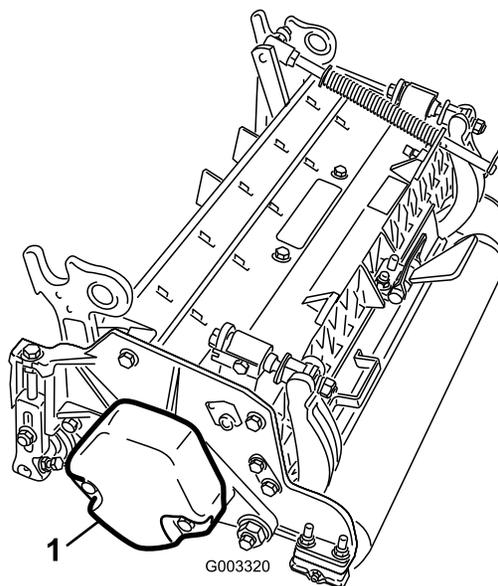

Рисунок 3
- Убедитесь в том, что противовес (Рисунок 3) установлен в надлежащих концах каждого режущего блока, как описано в *Руководстве оператора* для режущих блоков.